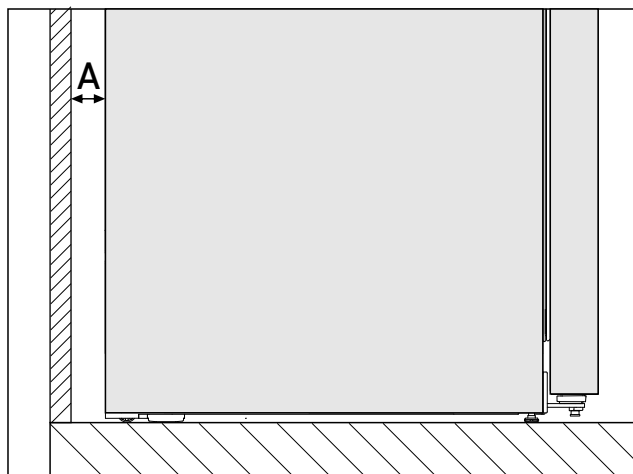

Fig. 3 *
La consommation d'énergie a été déterminée avec une distance des murs Fig. 3 (A) entre l'arrière de l'appareil et le mur. Si la distance des murs est inférieure à Fig. 3 (A), cela n'a aucune incidence sur le fonctionnement de l'appareil. Si la distance des murs est réduite, la consommation d'énergie peut augmenter légèrement et de la condensation peut se former sur la paroi arrière de l'appareil.*